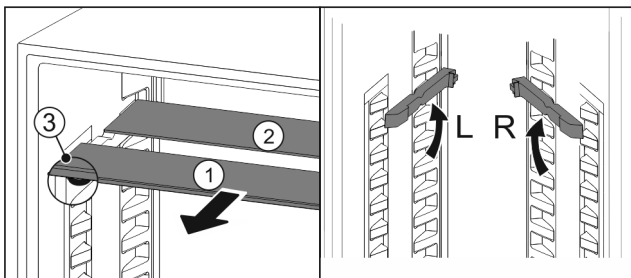

Fig. 49
- Glasplatten einzeln nach vorne herausziehen Fig. 49 (1).
- ▷ Glasplatte Fig. 49 (1) mit Zierleiste liegt vorne.
- ▷ Stopps Fig. 49 (3) zeigen nach unten.